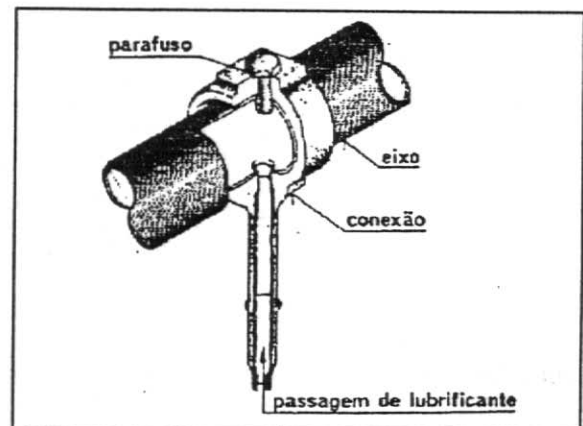

Fig. 8
1. Para limpar o eixo, remova os bujões das extremidades. Examine os furos de passagem de lubrificante da conexão, dos balancins e do eixo, desobstruindo-os se necessário, fig.8.